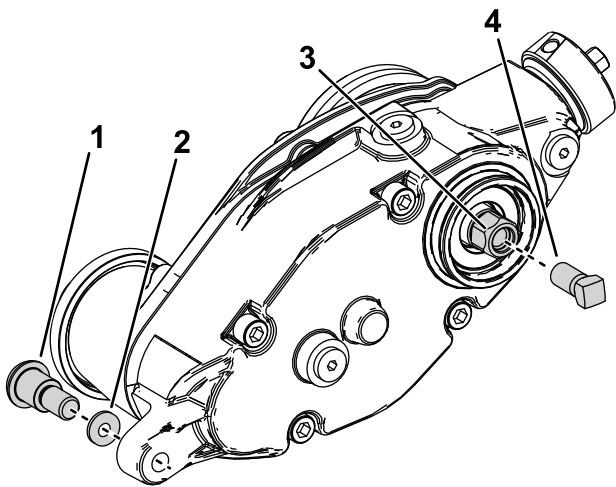

Figura 34
2. Rimuovete i bulloni di serraggio che collegano il groomer alla scatola di trasmissione (Figura 34).
3. Rimuovete il bullone di spallamento e la rondella rinforzata collegando la scatola di trasmissione del groomer al braccio di regolazione (Figura 34).
5. Installate la vite di rinforzo (n. cat. 1-803022 – venduta separatamente) ai filetti interni della testa esagonale della trasmissione del groomer e serratela a un valore di 13,5 Nm come mostrato nella figura Figura 34.
6. Rimuovete la scatola di trasmissione del groomer dal cilindro di taglio ruotando la testa esagonale della trasmissione del groomer (Figura 34).